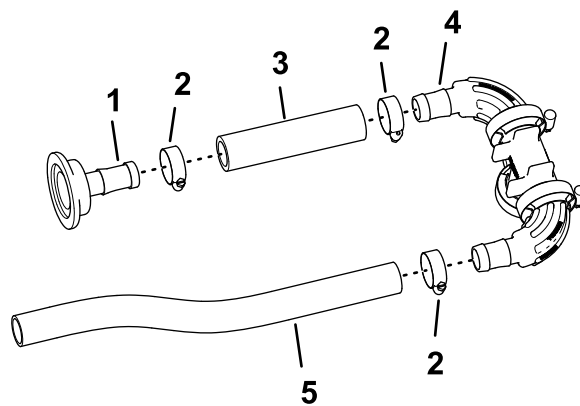

図 90
2. ホース 1 x 5 $\frac{3}{4}$ " = 15 cm のもう一方の端部を、マニホルドのバーブ付きフィッティングに組み付け、ホースクランプを手締めする 図 90。
3. ホース 1 x 16" = 40 cm を、マニホルドのもう一方のバーブ付きフィッティングに組み付け、クランプを手締めする 図 90。
1. ホース 1 x 5 $\frac{3}{4}$ " = 15 cm を、ストレートバーブ (1 x 2") に組み付け、ホースクランプ  $\frac{3}{4}$ -1 $\frac{1}{2}$ " を取り付けて手締めする 図 90。